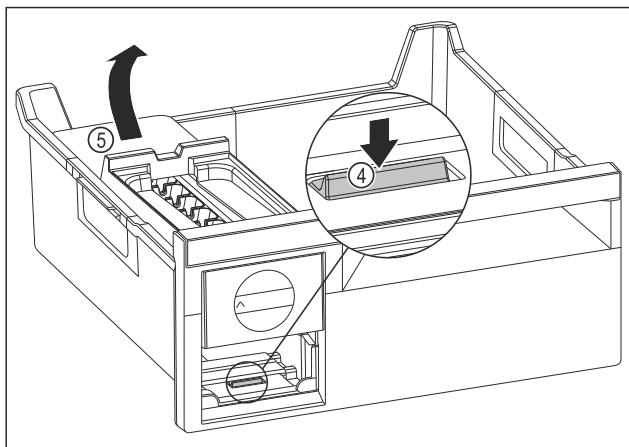

Fig. 78
- EasyTwist-Ice-Korpus entnehmen: Lasche Fig. 78 (4) mit Finger nach unten drücken und gleichzeitig mit der anderen Hand den EasyTwist-Ice-Korpus Fig. 78 (5) von hinten anheben.